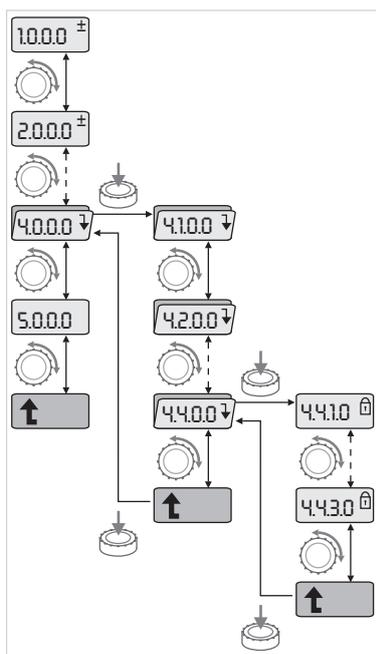

Fig. 41: Пример навигации
-  Выполнить общую навигацию в меню следующим образом (пример см. рис. 41):